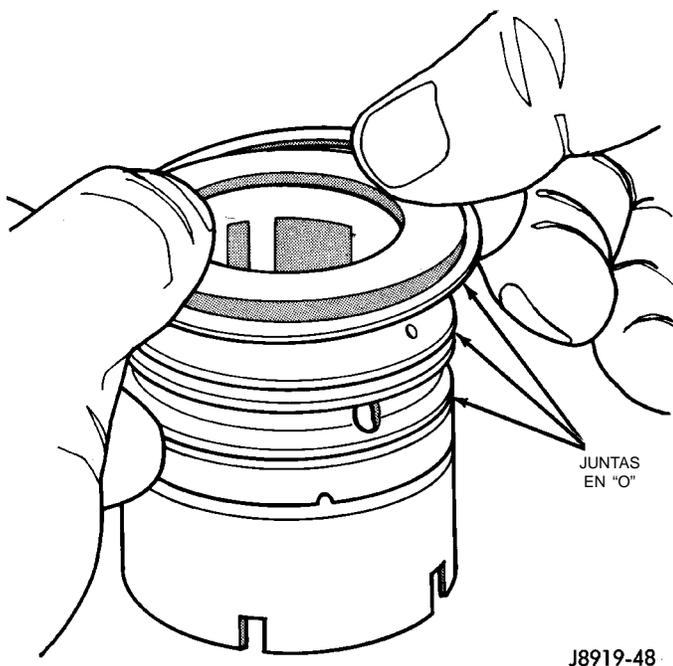

Fig. 16 Juntas de la válvula
(7) Retire el anillo "O" de la válvula de carrete y los anillos de teflón del cuerpo de válvula y los anillos "O" que están debajo de los anillos de teflón (Fig. 16).
(8) Retire el anillo "O" entre el eje sinfín y el eje corto.